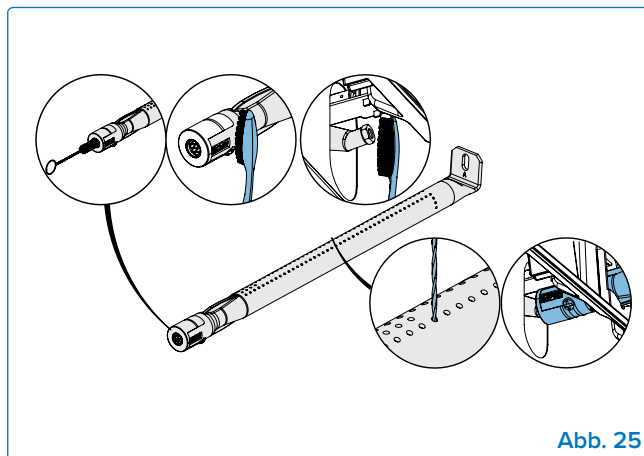

Abb. 25
- Reinigen Sie das Innere des Brenners mit einer flexiblen Venturirohrbürste oder, für empfindliche Bereiche, mit einer weichen Bürste, um vorsichtig Schmutz zu entfernen (**Abb. 25**).